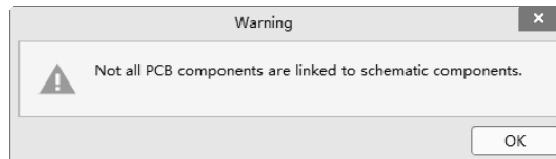

图 12-6 警告信息
(5) 执行菜单命令“工具-管脚/部件交换-配置”，定义和使能可调换管脚元件。如果弹出警告，则要重新返回第(4)步进行操作，或者执行从原理图导入 PCB 的操作，使原理图和 PCB 完全对应之后再按照此步骤进行操作，否则会弹出如图 12-6 所示的警告信息。